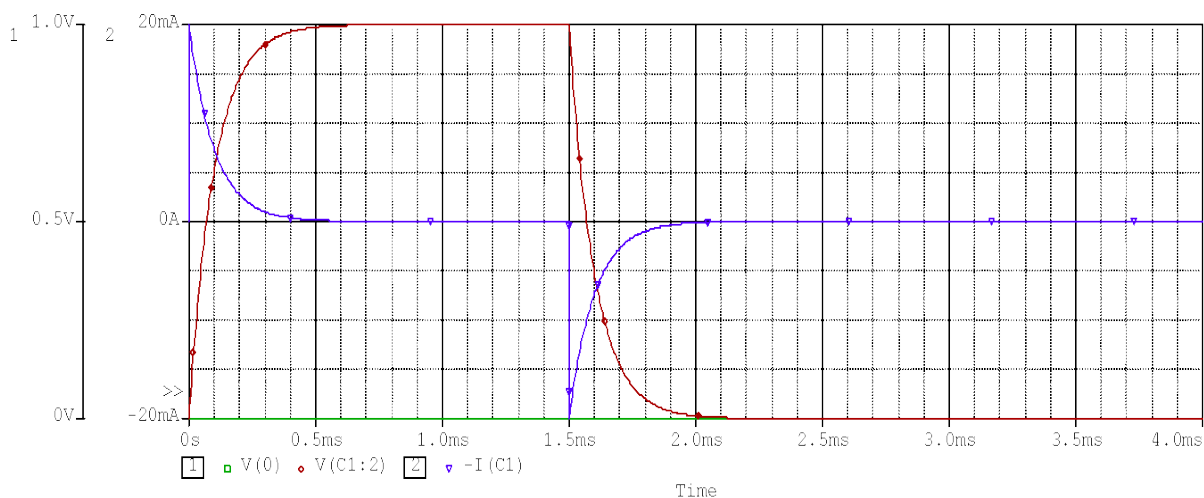

Рисунок 4.17 – Напруга і струм при зарядці і розрядці конденсатора при вдвічі зменшеному значенні опору резистора
20. Зменшіть вдвічі значення опору для резистора R і переконайтеся в тому, що процес зарядки і розрядки конденсатора тепер протікає за вдвічі менший час, а струми досягають вдвічі більших пікових значень (рис. 4.17).